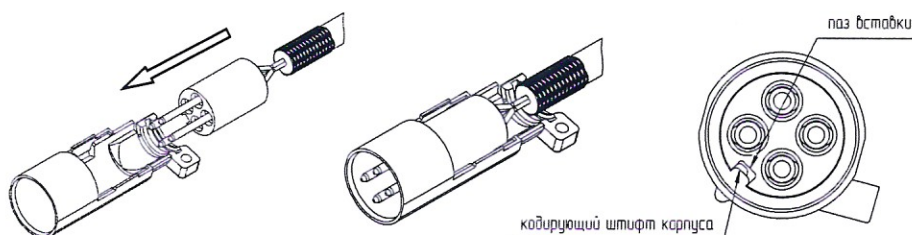

Рисунок 27 - Установка контактной вставки в корпус
9.7 Вставить контактную вставку в корпус ВПМВ. Кодированный штифт корпуса должен входить в паз вставки (рис. 27).